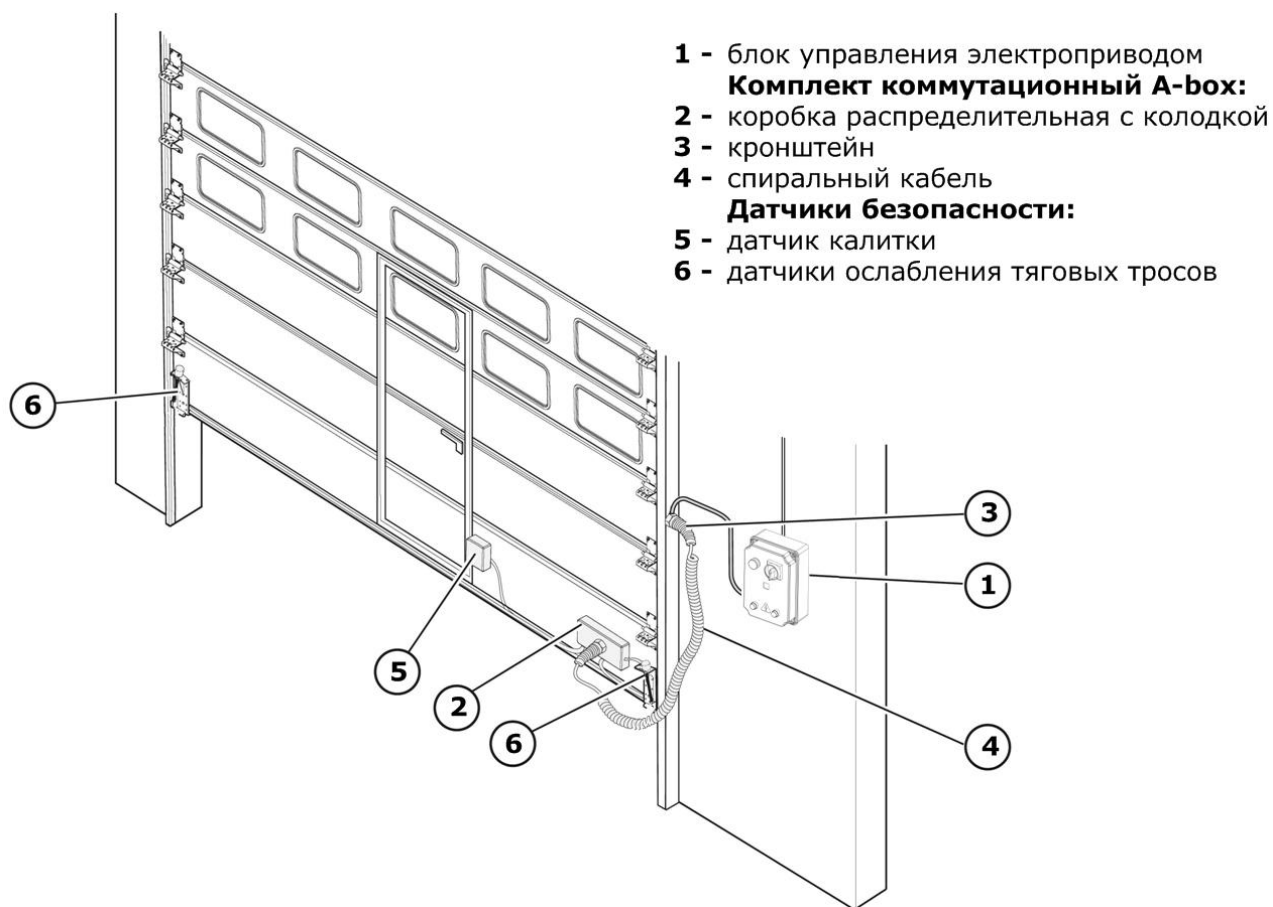

Рисунок 1 – Типовая монтажная схема
1. Определите расположение системы управления (блока управления) электроприводом (Рисунок 1), слева или справа относительно ворот. Монтаж компонентов комплекта коммутационного рекомендуется выполнять на стороне расположения системы управления электропривода.